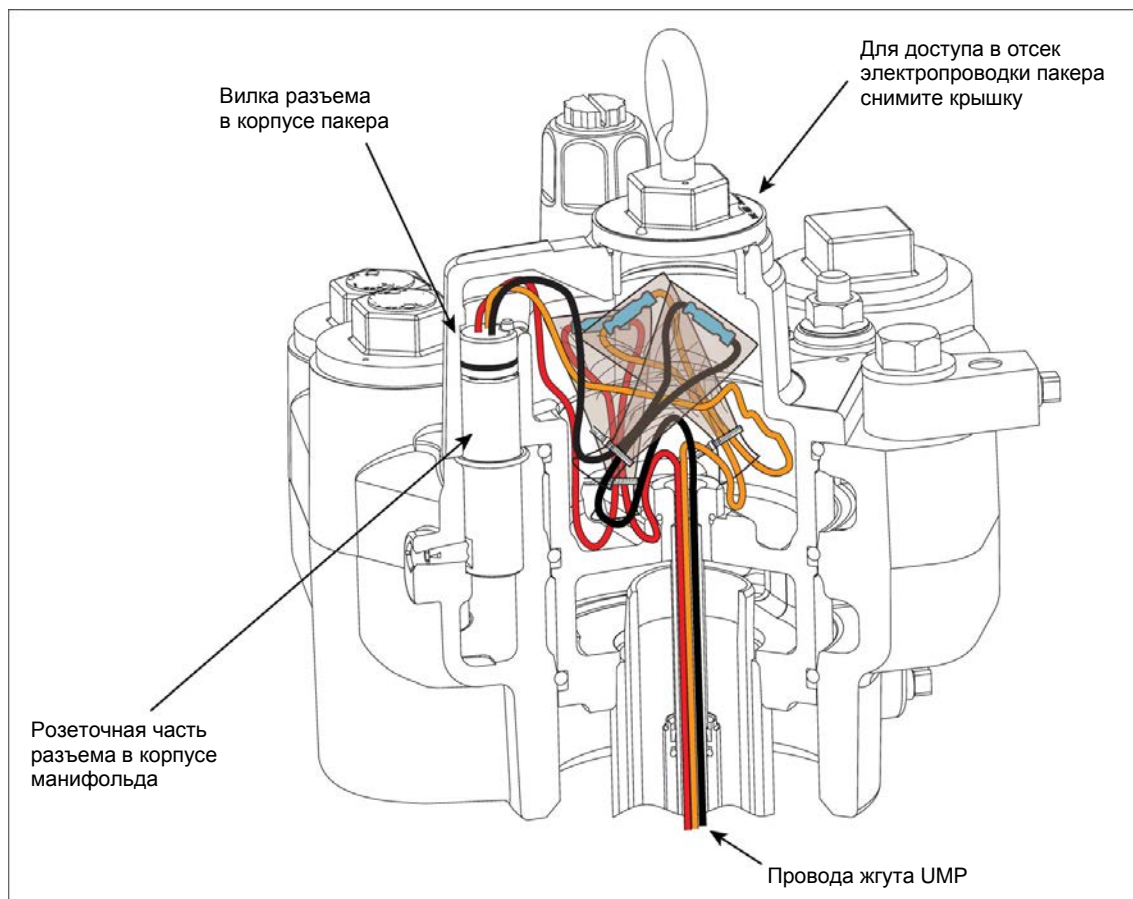

Рисунок 13. Подключение UMP к электропроводке пакера
16. Закончив герметизацию соединений, как можно аккуратнее сверните провода внутри отсека электропроводки пакера (см. рисунок 13). Для ясности пакеты с герметиком показаны прозрачными.